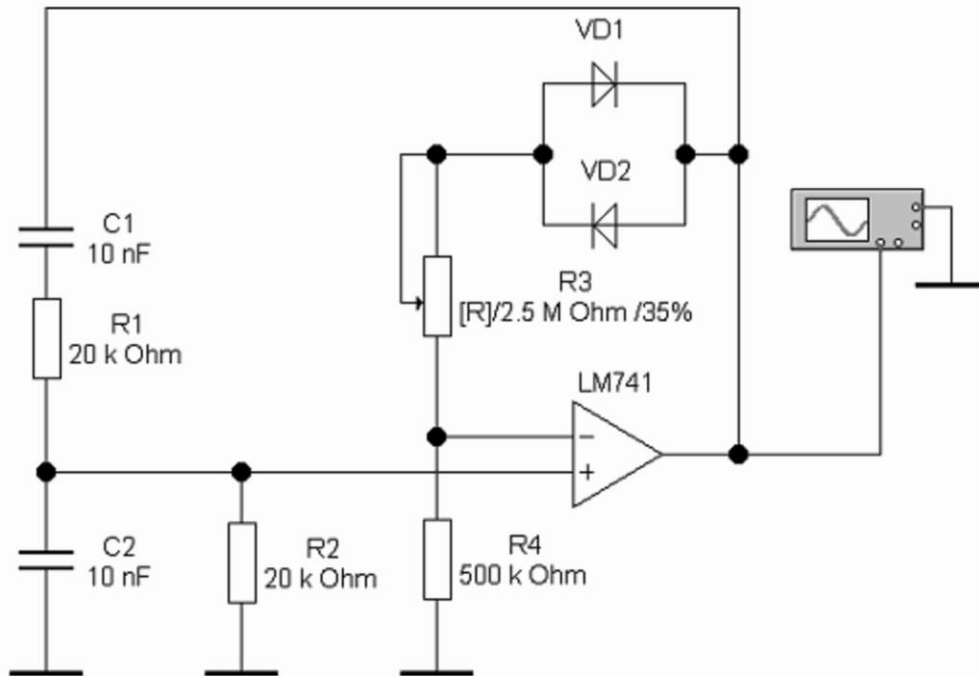

Рис. 4 – Схема для исследования автогенератора на ОУ с мостом Вина
14. Собрать схему автогенератора, изображенную на рис. 4.